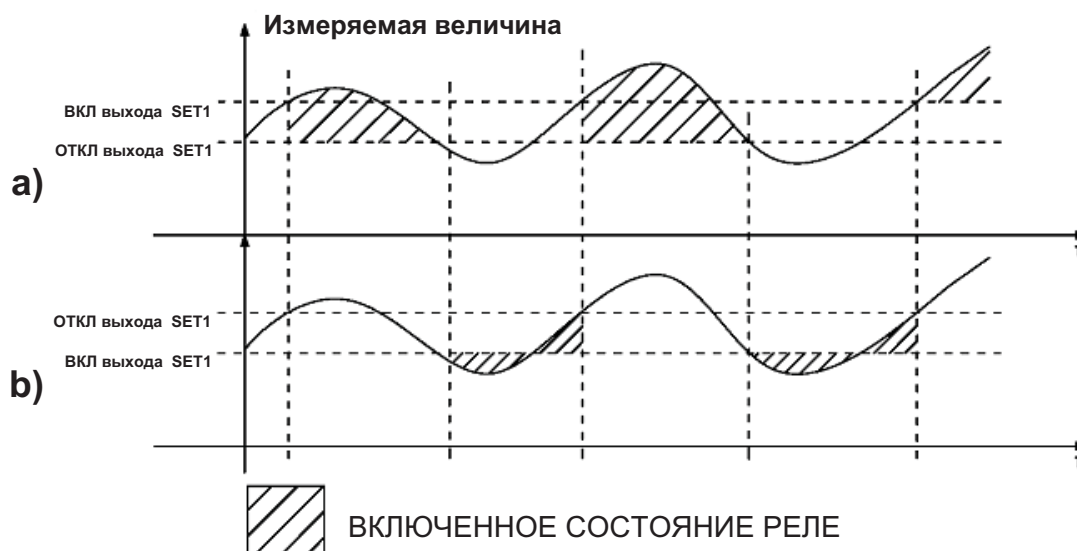

Рис. 12 – Работа функции "Порог"
Программированием значения **включения**, более высокого, чем значение **отключения** (рис. 12.а) достигается гистерезис при возрастании: когда измеряемая величина превышает значение включения, реле **включается** и остается включенным до тех пор, пока значение не уменьшится до величины ниже значения **отключения**.
Программированием значения **отключения**, более высокого, чем значение **включения** (рис. 12.б), достигается гистерезис при убывании: когда значение уменьшается до величины ниже значения **включения**, реле срабатывает и остается включенным до тех пор, пока величина не превысит значение **отключения**. См. рис. 12.
*Пример: время включенного состояния: 5 с, время отключенного состояния 10 с (рис. 12.б)*